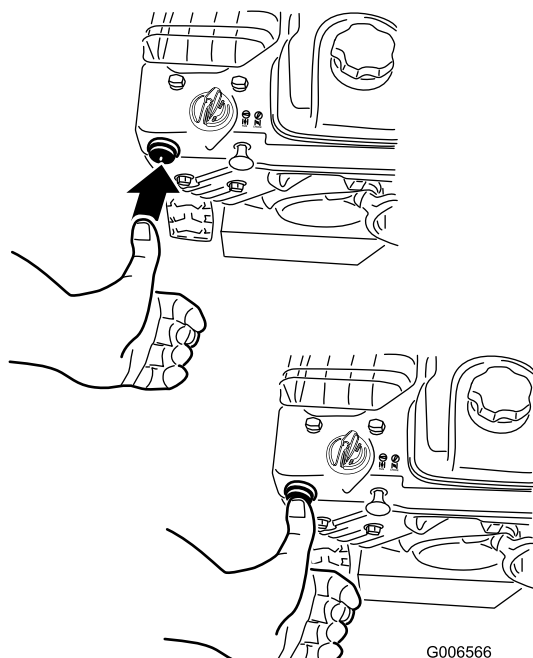

Figura 26
4. Con il pollice, spingete lo starter con forza due volte (temperature superiori a -9°C) o 4 volte (temperature inferiori a -9°C), lasciandolo inserito ogni volta per un secondo prima di rilasciarlo (Figura 26).